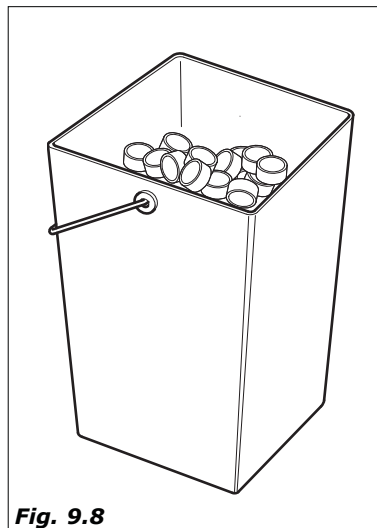

Fig. 9.8
- Videz le seau de récupérateur pastilles (version café grains) (figure 9.8)